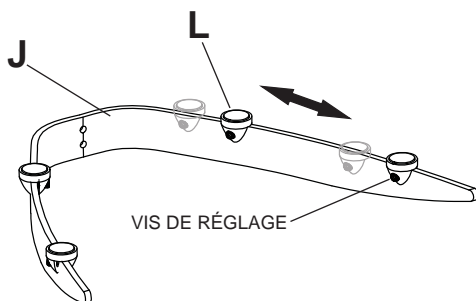

fig. 3.1
- 3 Fixez les attaches de support (L) sur le support de conservation (J) et faites glisser à la position désirée, comme illustré à la figure 3.1. Serrez fermement toutes les vis de fixation en utilisant la clé Allen de 2,5 mm (N). Ne pas trop serrer les vis.